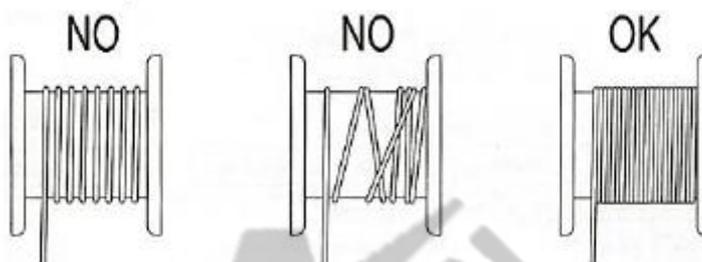

Рисунок 8. Намотка каната на барабан
- Проверить правильность намотки каната на барабан (рисунок 8)